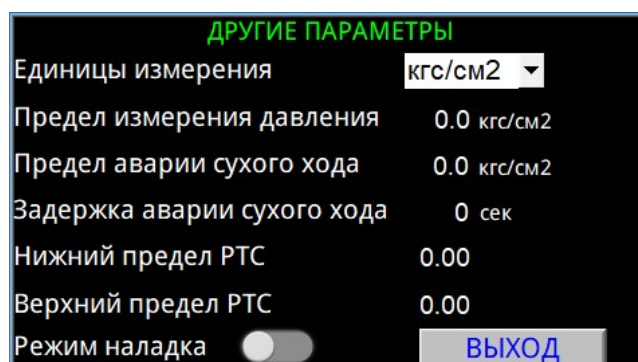

Рисунок 6 Окно «ДРУГИЕ ПАРАМЕТРЫ»
2.2.6. В окне «ДРУГИЕ ПАРАМЕТРЫ» (Рисунок 6) производится настройка входных измерительных сигналов шкафа управления, а также параметры работы защиты от сухого хода.